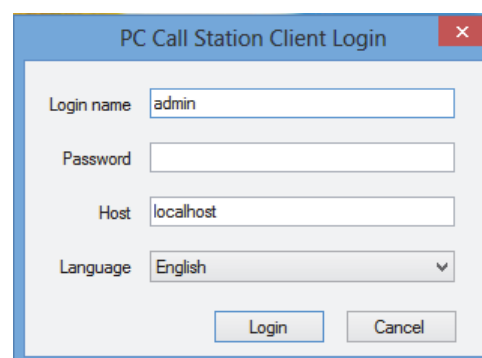

figura 62.1: Accesso al PC Call Station Client
- 2 Fare clic su *PC Call Station Client*. Appare una schermata simile a quella in figura 62.1.